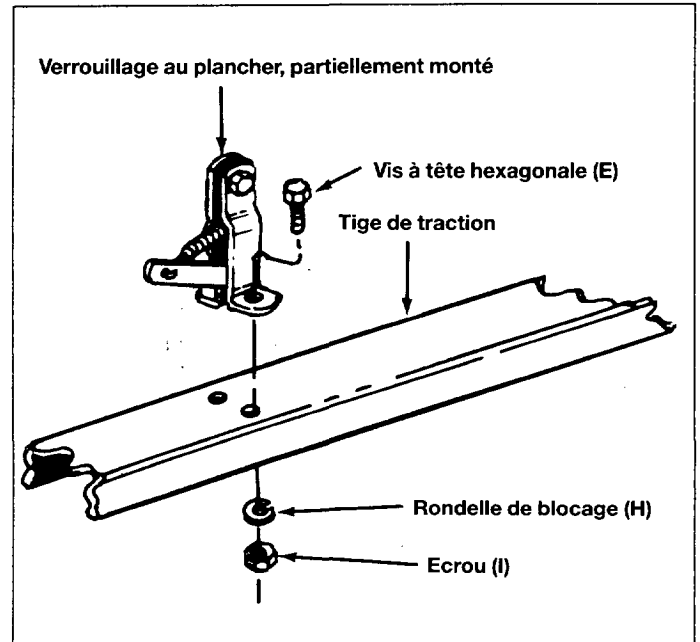

Fig. 13
18. Montez le verrouillage au plancher (BB) sur la tige de traction. Utilisez des vis de 6 x 16 mm (E), des rondelles de blocage (H) et des écrous (I). Voir la figure 13.